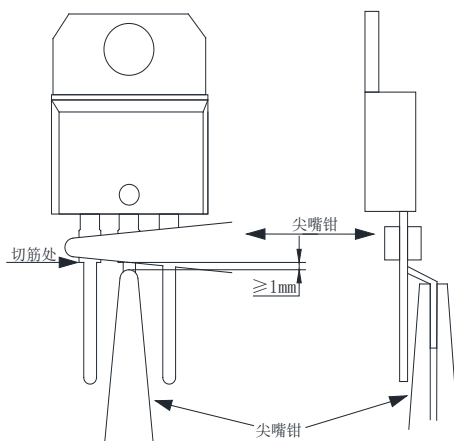

图 2 利用扁嘴钳使引脚成形
- 可使用专用成形夹具或设备（施加外力 $< 9.8\text{N}$ ）成形。或采用两把细长的扁嘴钳，一把扁嘴钳夹在塑料本体和切筋处部分，另一把扁嘴钳留1mm余量后夹住剩余的引脚部分进行折弯成形，如图2所示。